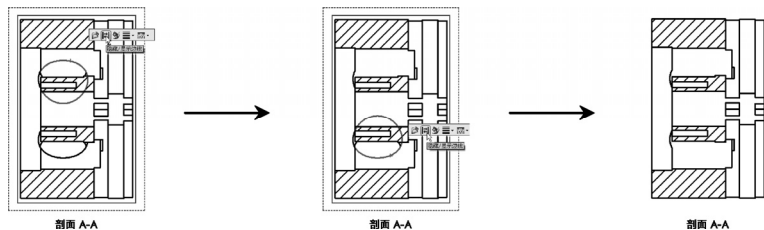

图 7-77 隐藏视图边线操作
STEP 6 单击 **STEP 5** 创建的剖视图内部的某些边线，在弹出的工具栏中单击“隐藏/显示边线”按钮 ，将几个杂乱的边线隐藏，如图 7-77 所示。